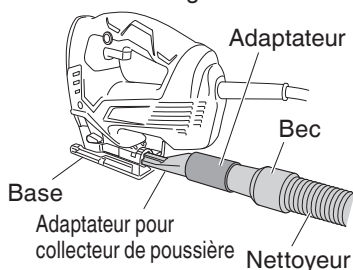

Fig. 19
- (3) Raccorder l'adaptateur pour collecteur de poussière à l'adaptateur. (Fig. 19)
- (4) Raccorder l'adaptateur au bec du nettoyeur. (Fig. 19)